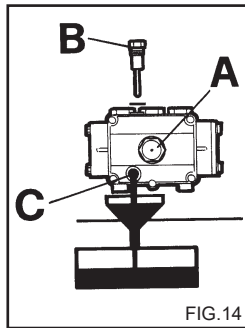

FIG.14
- 1) Skru opp drengskruen på undersiden av pumpen (fig. 14 C).